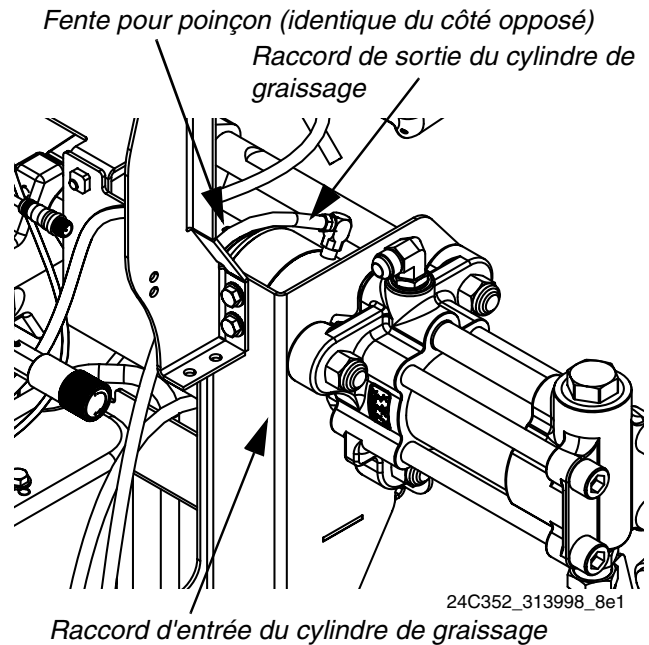

FIG. 5 : Cylindre de graissage, vu de l'arrière gauche de la machine
3. Installez les raccords d'entrée et de sortie du cylindre de graissage. Consultez la FIG. 5. Appliquez du produit d'étanchéité sur les filetages.